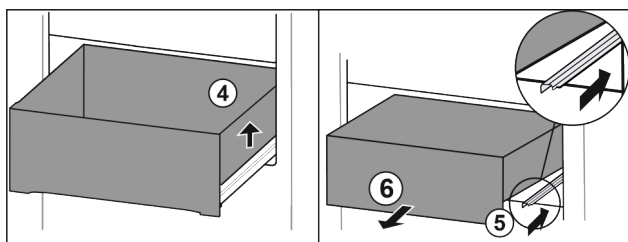

Fig. 78
- ▶ Nadvihnite zásuvku doprava. Fig. 78 (4)
- ▶ Zasuňte pravú koľajničku. Fig. 78 (5)
- ▶ Odoberte zásuvku dopredu. Fig. 78 (6)